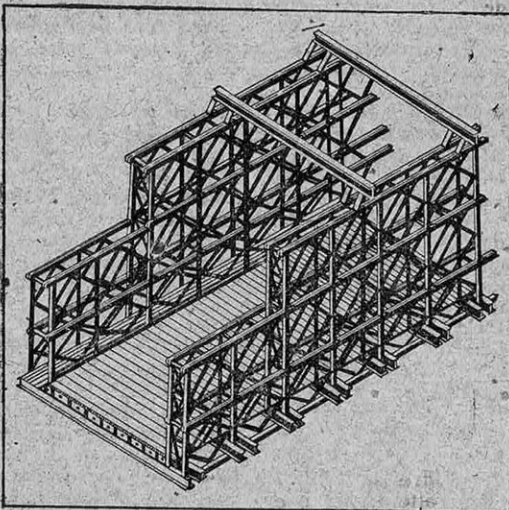

FIG. 3. — LE RENFORCEMENT D'UN PONT BAILEY PEUT S'EFFECTUER EN ASSEMBLANT LES ÉLÉMENTS LES UNS AU-DESSUS DES AUTRES
I. Pont simple à un seul élément; — II. Les éléments verticaux sont doublés ou triplés; le renforcement peut également s'effectuer dans le sens vertical (fig. 3).